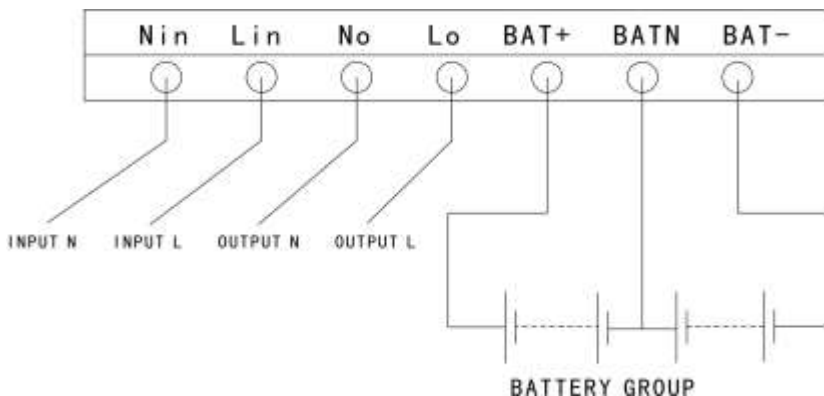

Рис. 3-3 Підключення виводів введення/виведення
- 2) Зніміть кришку виводів, див. Рис. 3-3 для підключення кабелів